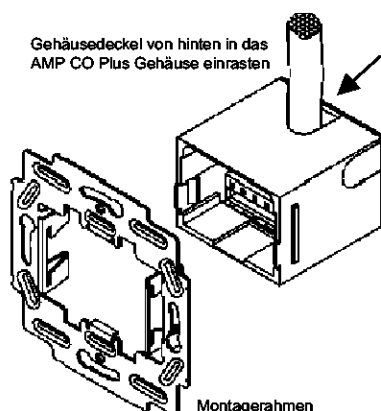

Abbildung 10 / Figure 10
15. Gehäusedeckel von hinten in das AMP CO Plus Gehäuse einrasten (Abbildung 10).
15. Mount the housing cover from the rear to the AMP CO Plus housing (figure 10).
16. Montagerahmen am AMP CO Plus Gehäuse montieren. Die zwei seitlichen Nasen müssen im Montage-rahmen verrasten (siehe Abbildung 10).
16. Put the mounting frame onto the AMP CO Plus housing. Clamps on the side have to snap onto the noses of the housing. (see figure 10).
17. System inserts are inserted from the front of the AMP CO Plus housing (figure 10).